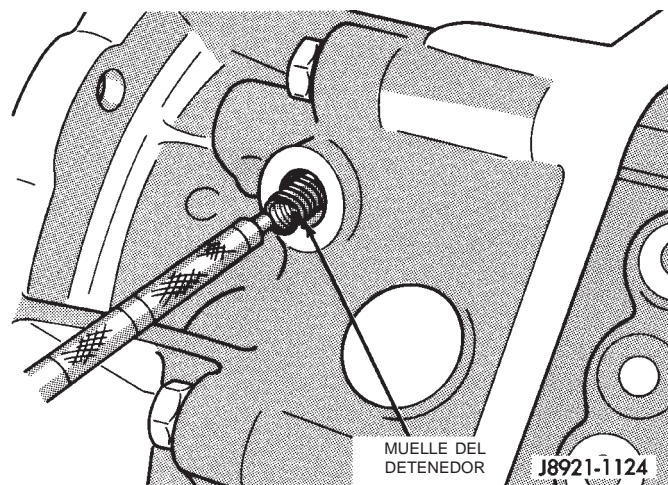

Fig. 48 Instalación de muelle del detenido
(17) Instale el muelle del detenedor (Fig. 48).